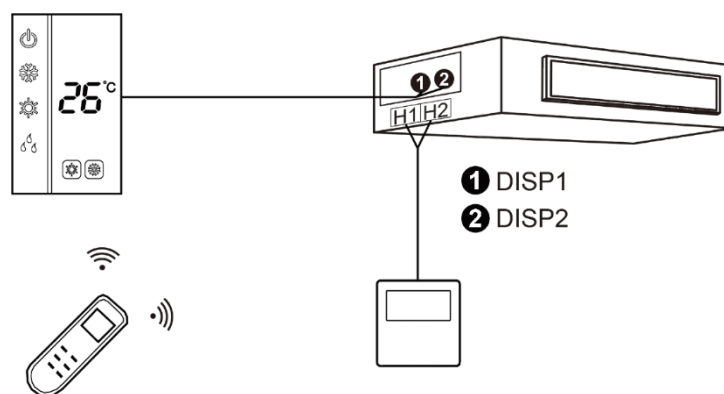

Fig. 5.4.3
- 3) O controlador com fio e o painel de receção podem ser instalados ao mesmo tempo. Ao utilizar um comando remoto, tanto o controlador com fio como o painel de receção podem receber os sinais, conforme ilustrado na Fig. 5.4.3.